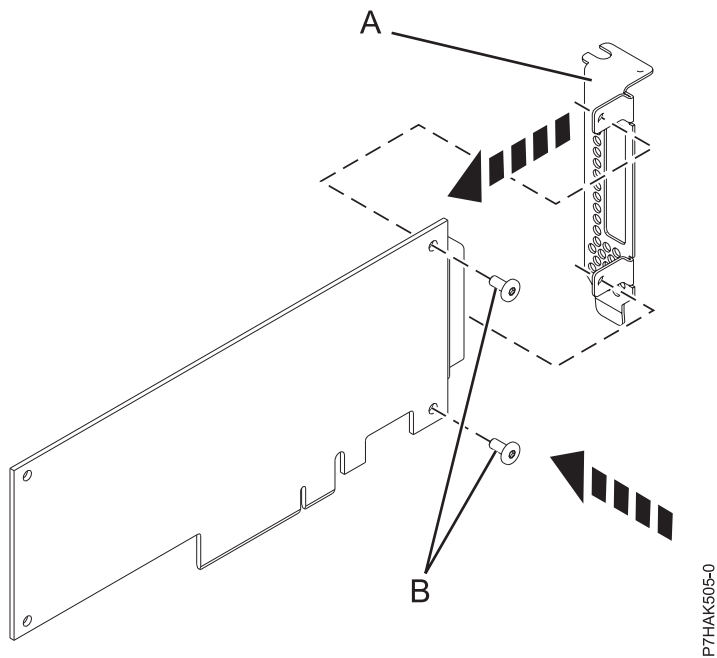

図 39. PCIe アダプターへのロープロファイル・テール・ストックの取り付け
14. 69 ページの図 39 に示すように、プラスのねじ回しと 2 個の留めねじ (B) を使用して、障害の発生した PCIe アダプターのテール・ストック (A) を新しい PCIe アダプターに取り付けます。